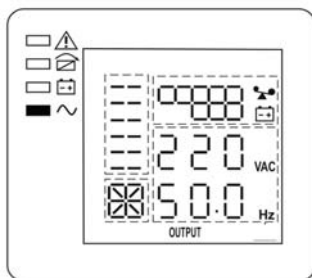

Рисунок 7 — состояние ЖК-дисплея и индикаторов в режиме «ОСНОВНОЙ» (АКБ и нагрузки подключены)
- Включите изделие комбинацией кнопок  +  (см. п. 1 таблицы 2). Изделие выполнит автоматическое самотестирование, определит качество входного сетевого напряжения и уровень нагрузки. Процесс самотестирования сопровождается последовательным включением/выключением всех индикаторов. После самотестирования изделие перейдет в режим «ОСНОВНОЙ» и продолжит заряд АКБ. Индикатор «БАЙПАС» погаснет, а индикатор «ИНВЕРТОР» включится (см. рисунок 7).
- Включить нагрузки. Если нагрузок много, необходимо включать их последовательно, одну за другой, на ЖК—дисплее отобразится уровень нагрузки (см. рисунок 7).
Вновь подать сетевое напряжение. Изделие должно автоматически перейти в режим «ОСНОВНОЙ» (см. рисунок 7), либо в режим «ЭКО», если параметр ESO включён (см. Приложение 2, описание настройки параметров изделия).